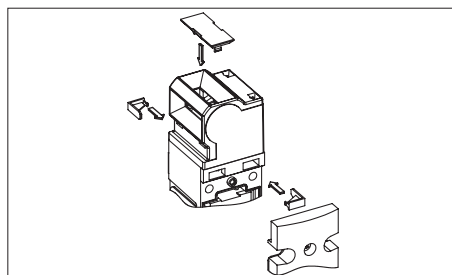

Fig. 2: Uso de las chavetas de protección, cierre de la ranura de accionamiento
3. Opcional: para evitar que se mueva, coloque la chaveta de protección (véase la Fig. 2).
4. Cierre la ranura de accionamiento no utilizada con la tapa para ranuras suministrada (véase la Fig. 2).